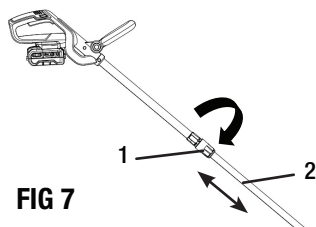

FIG 7
## AJUSTE DEL PESO (FIG 7)
Para ajustar la altura de la podadora, afloje el acoplador de eje (1) girándolo en el sentido de las agujas del reloj como se muestra en la Fig. 7, mueva el eje inferior (2) hacia arriba y hacia abajo a la longitud deseada, apriete el acoplador girándolo en sentido contrario a las agujas del reloj.